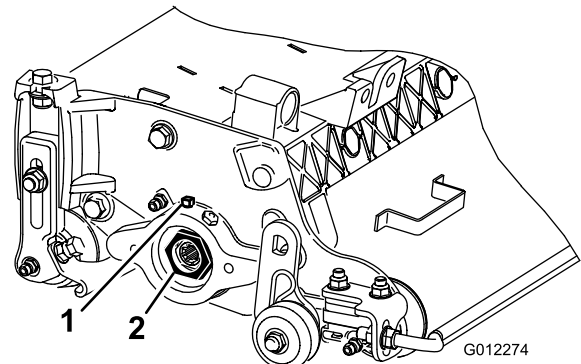

Bild 10
- A. Lösen Sie die externen Stellschrauben, mit denen die Einstellmutter des Lagers am Lagergehäuse links am Mähwerk befestigt ist (Bild 10).